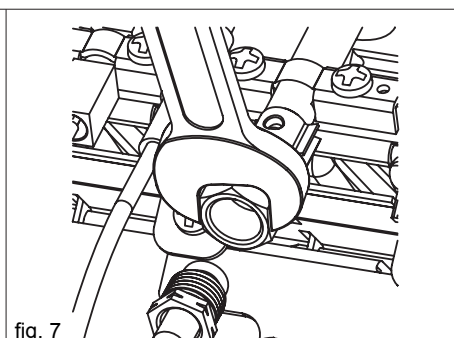

fig. 7
- inserire l'iniettore e la guarnizione contenuti nel kit trasformazione (fig. 7),